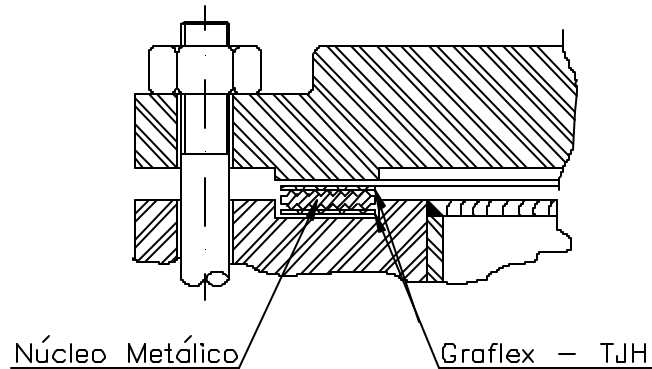

Figura 4
- Tipo 942 (Figura 4): para altas pressões.